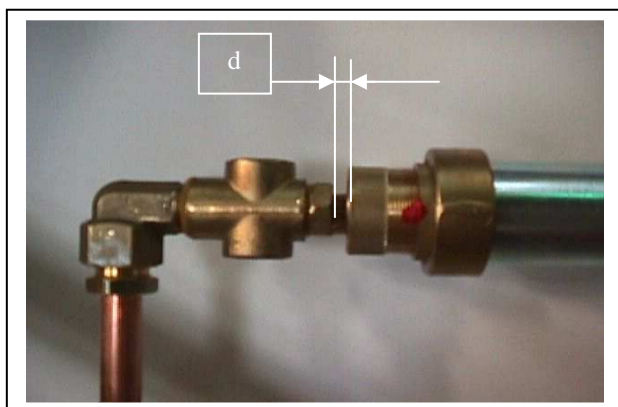

Figure 1
- 1 : Puissance mesurée sur pouvoir calorifique inférieur du gaz (HI)
- 2 : Réglage d'air primaire mesuré suivant figure 1